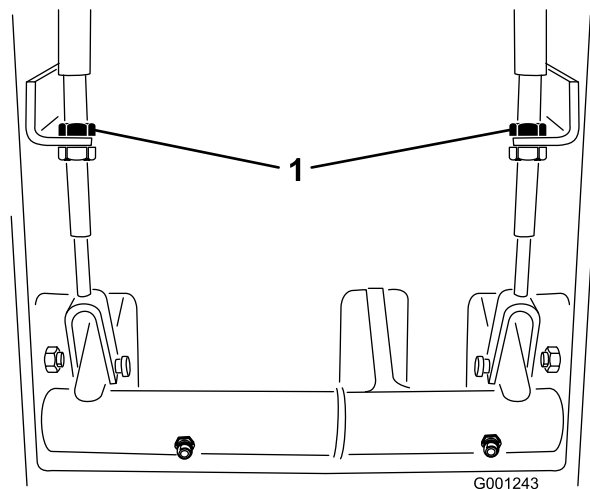

Figura 62
2. Para reduzir a folga dos pedais dos travões, aperte os travões desapertando a porca dianteira que se encontra na extremidade roscada do cabo dos travões (Figura 62). Em seguida, aperte a porca traseira para deslocar o cabo para trás até que os pedais dos travões tenham uma folga de 13 a 25 mm.